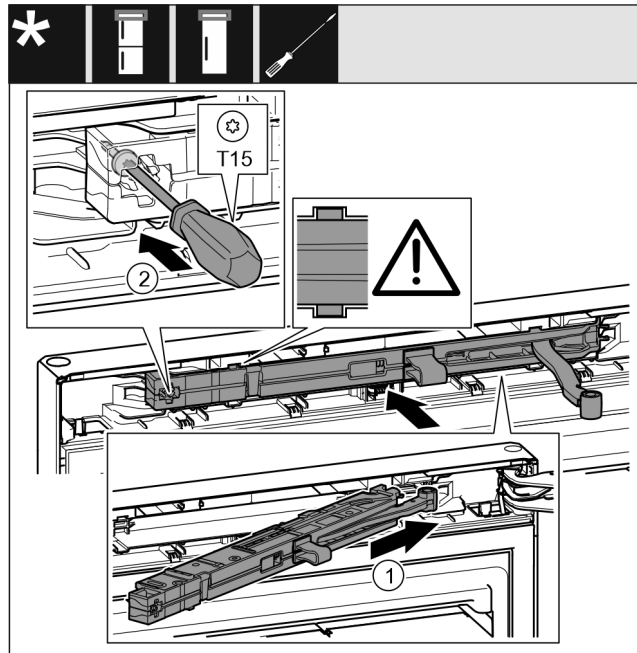

Fig. 24
- ▶ Inserire obliquamente nell'incavo fino all'arresto l'unità ammortizzatore di chiusura sul lato blocco di supporto. Fig. 24 (1)
- ▶ Serrare la vite con un cacciavite T15. Fig. 24 (2)